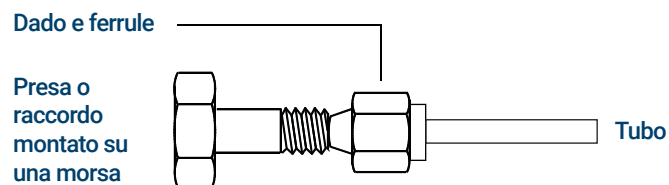

Figura 24. Assemblare il raccordo
- 3 Spingere il tubo nel tappo in acciaio inox. Vedere **Figura 24**.